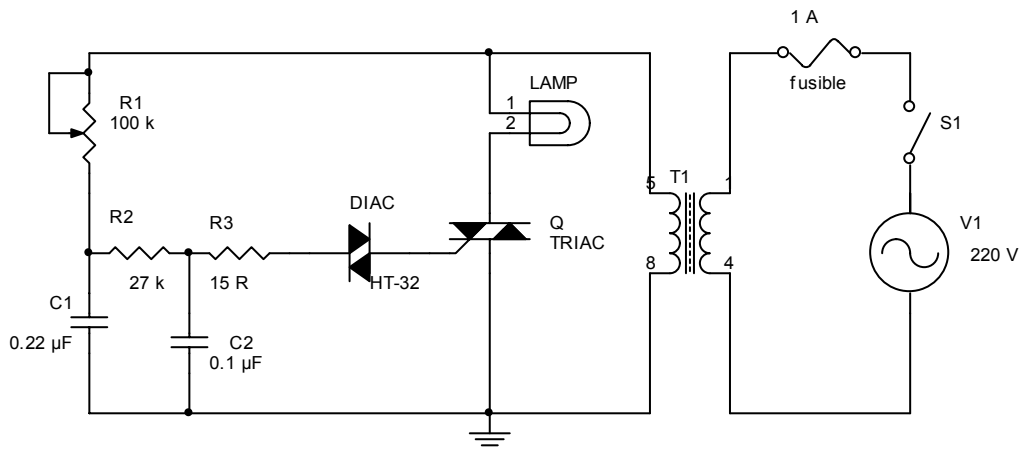

Figure 11-1 : Circuit d'amorçage d'un TRIAC.
- 2. Faites le montage du circuit de la figure 11-1.**